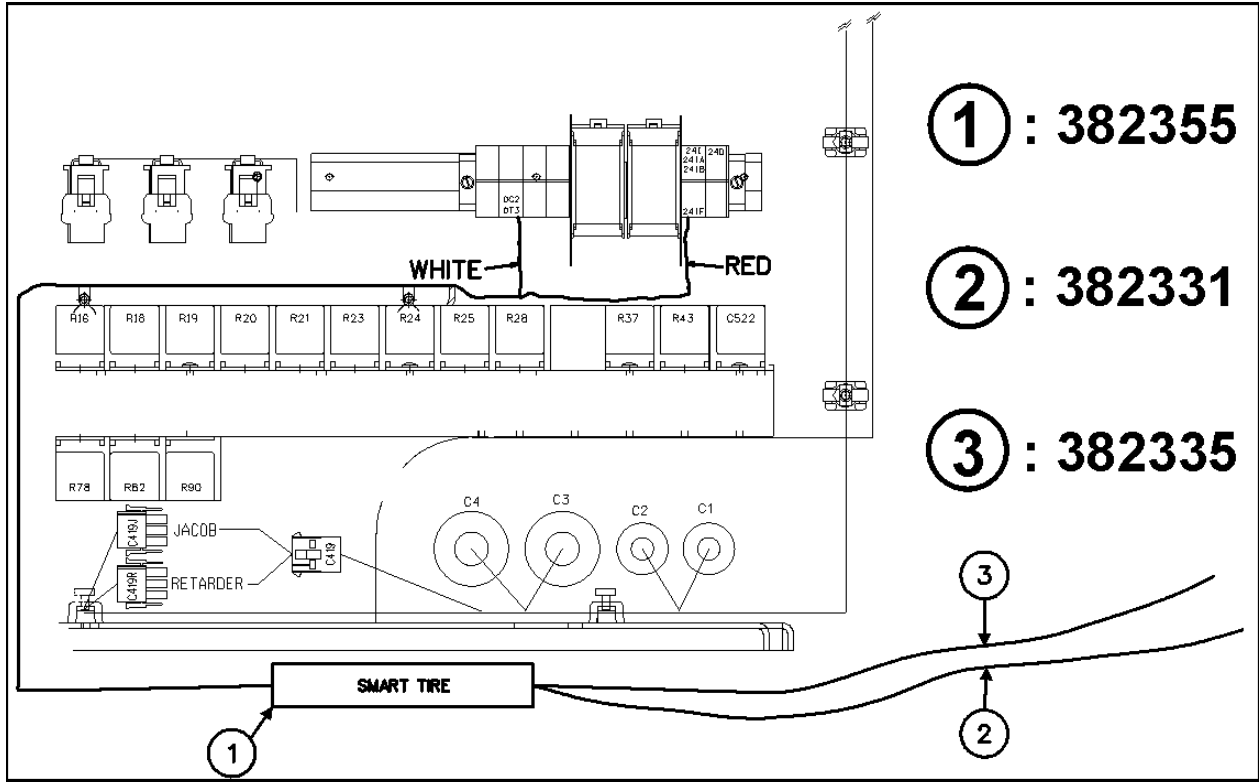

FIGURE 6
6. Fixer le récepteur (382355) à l'intérieur du compartiment de service avant à l'aide de Velcro ou de ruban collant double-face comme indiqué à la figure 6.
8. Acheminer le câble d'alimentation rouge et blanc entre le récepteur et les bornes comme indiqué à la figure 6.